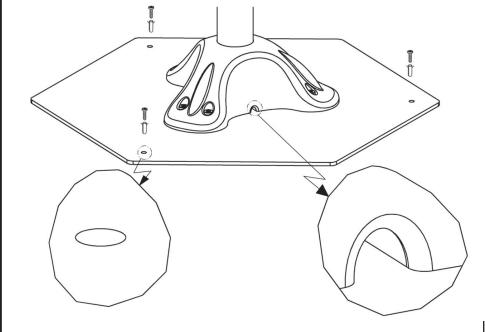

Рис. 5
- Через низ (арт. 769) в следующей последовательности: открутите 6 болтов в основании и протащите шнур питания через пластиковое основание и через полюс до основания аппарата и соедините шнур питания , как указано выше. Затяните болты на основании, но будьте осторожны, чтобы шнур не был блокирован в отверстии как на рис. 5
Если существует риск того, что прибор упадет, крепко зафиксируйте его. Например, основание может быть прикреплено к полу благодаря трем отверстиям (рис. 5).